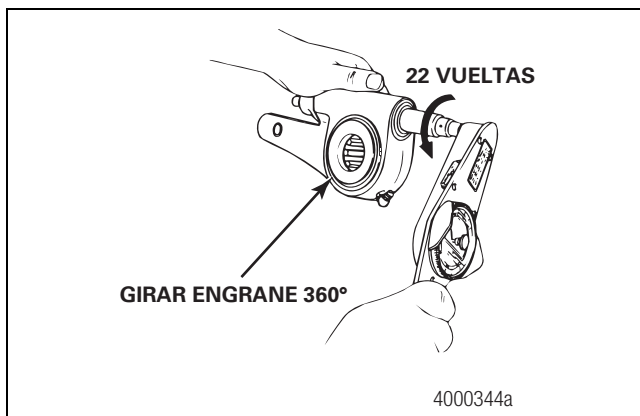

Figura 3.12
4. Revise el par de torsión del engrane del ajustador. Use una llave de tuercas de lbs-pulg y gire la tuerca de ajuste A LA IZQUIERDA (Figura 3.12) para girar el engrane 360 grados, o 22 vueltas de la llave de tuercas, conforme va leyendo la escala de par de torsión en la llave de tuercas. Al girar el engrane, el valor debe ser menor de 45 lbs-pulg (5 N•m).